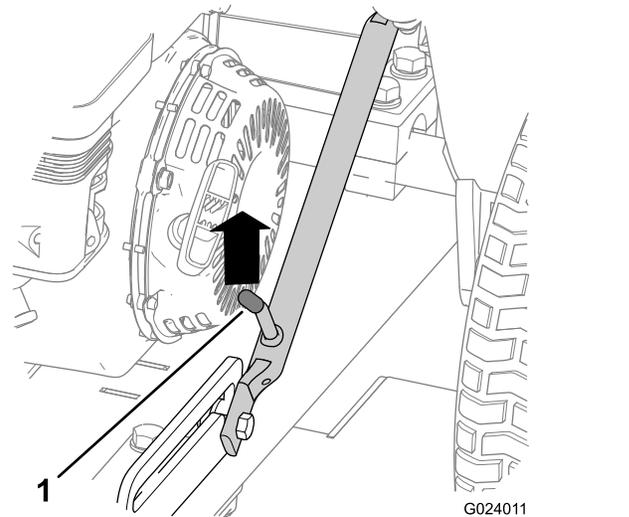

Рисунок 7
4. Поднимайте сцепку в сборе, пока фиксирующий рычаг не выйдет из зацепления с прорезью защелки (Рисунок 7).